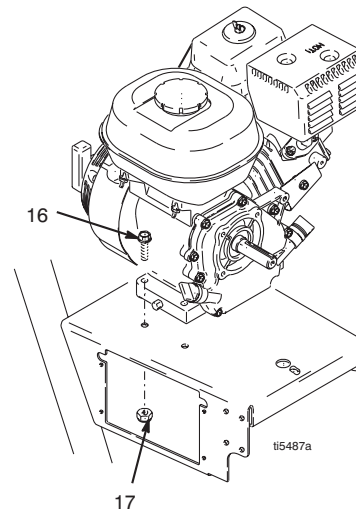

FIG. 13
3. FIG. 13. Skruva bort två låsmutterar (17) och skruvar (16) från motorblocket.
2. FIG. 13. Skruva i två skruvar (16) i motorblocket och lås med låsmutterar (17). Dra åt till moment 22,6 N·m.
- Fig. 13. Skruva bort två skruvar (71) och fäll ner kåpan (130a).